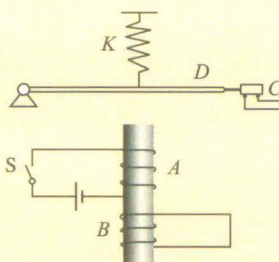

图1-2-6
3. 图1-2-6为生产中常用的一种延时继电器的示意图. 铁芯上有两个线圈A和B. 线圈A跟电源连接, 线圈B的两端接在一起, 构成一个闭合电路. 在断开开关S的时候, 弹簧K并不能立即将衔铁D拉起, 使触头C立即离开, 而是过一小段时间后触头C才能离开. 延时继电器就是这样得名的. 试说明这种继电器的原理.